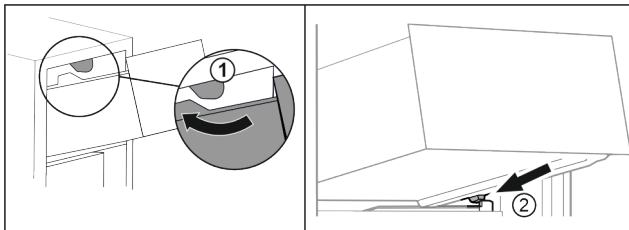

Fig. 65
- ▶ Far passare il cassetto sui fermi superiori. Fig. 65 (1)
- ▶ Applicare il cassetto inclinandolo dietro i fermi inferiori sulla nervatura del contenitore. Fig. 65 (2)